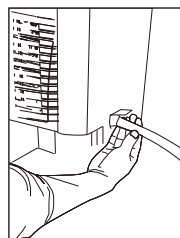

Fig.10a
- Inserte el extremo hembra roscada de la manguera de agua a través de la abertura. (fig.10a)